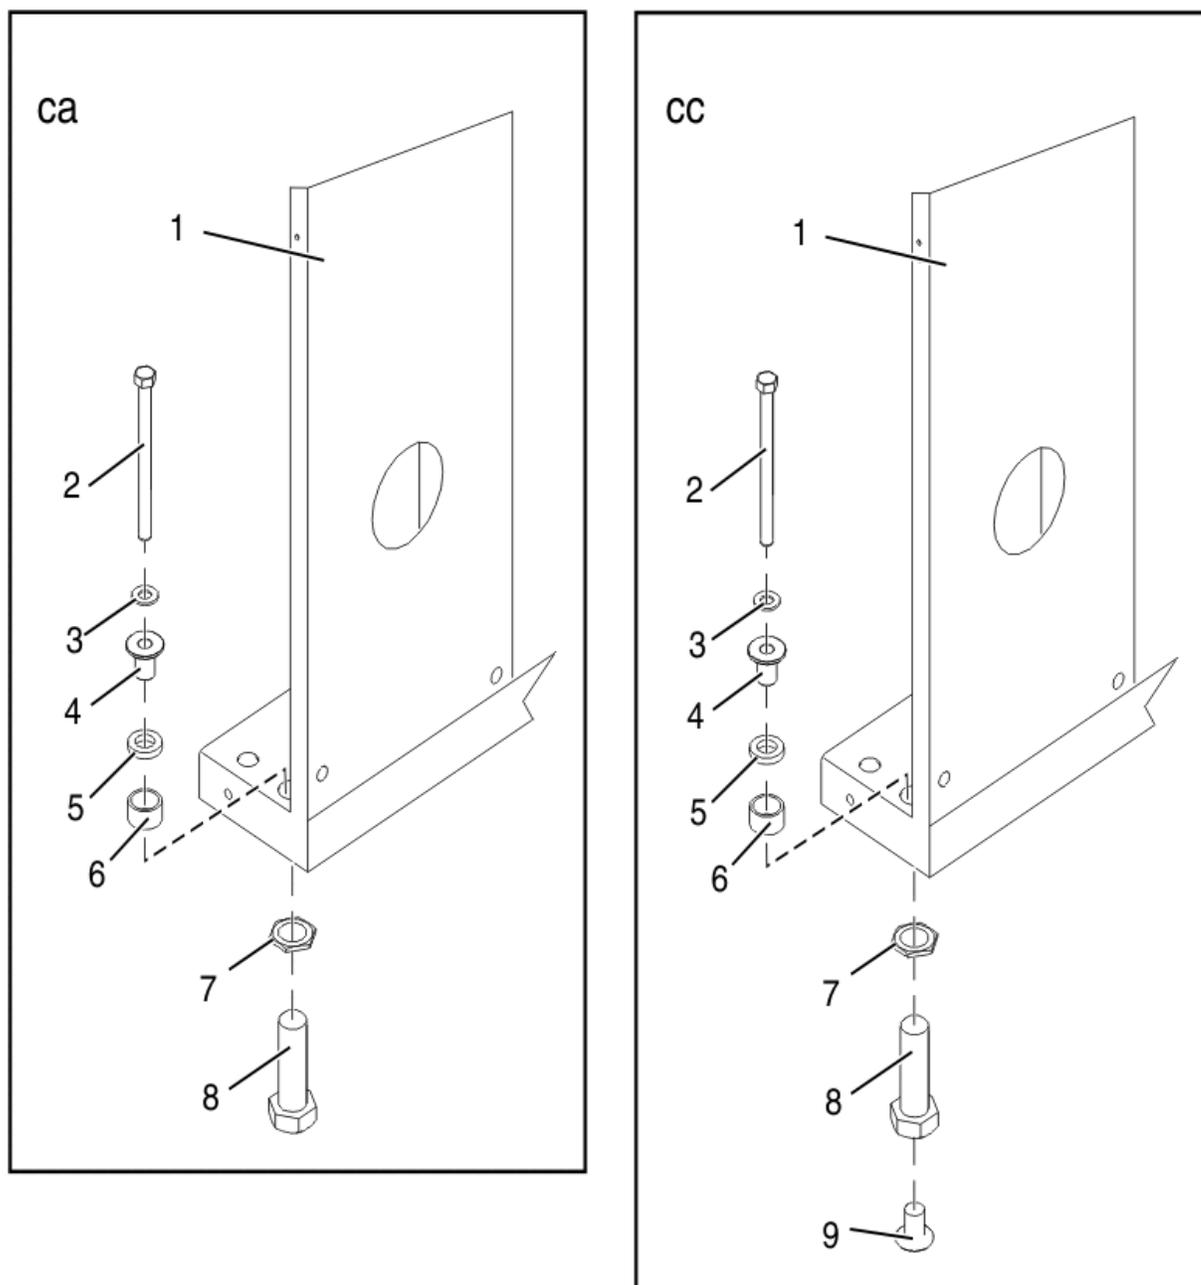

Figure 12. Accessoires de boulonnage de l'armoire
4. Localisez le kit d'accessoires de montage et les deux plaques de montage. Vérifiez le contenu du kit en vous référant à la Figure 12, à la page 17. Votre kit contient les éléments suivants :